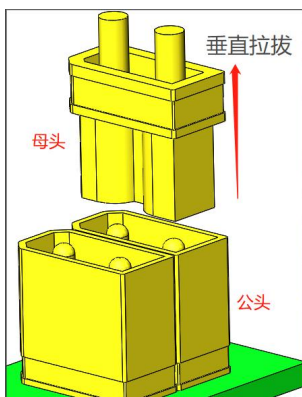
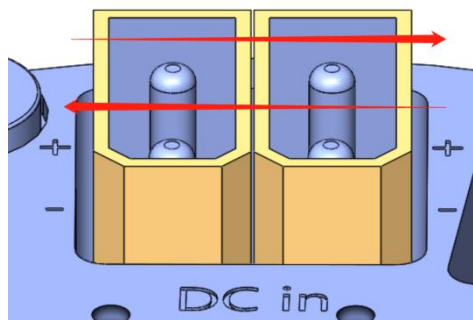

图 5-5 正确插拔方向为垂直方向
图 5-6 请勿左右摇晃电源端子
1、在连接或拔出电源插头时，请在垂直方向对电源端子母头进行插拔（如图 5-5 所示）。电源端子公头能承受的垂直方向拉力极限约为 170N，能承受的水平方向弯矩极限约为 $0.4\text{N} \cdot \text{m}$ 。任何时候请勿左右摇晃电源端子（如图 5-6 所示），晃动容易导致电源端子脱落。